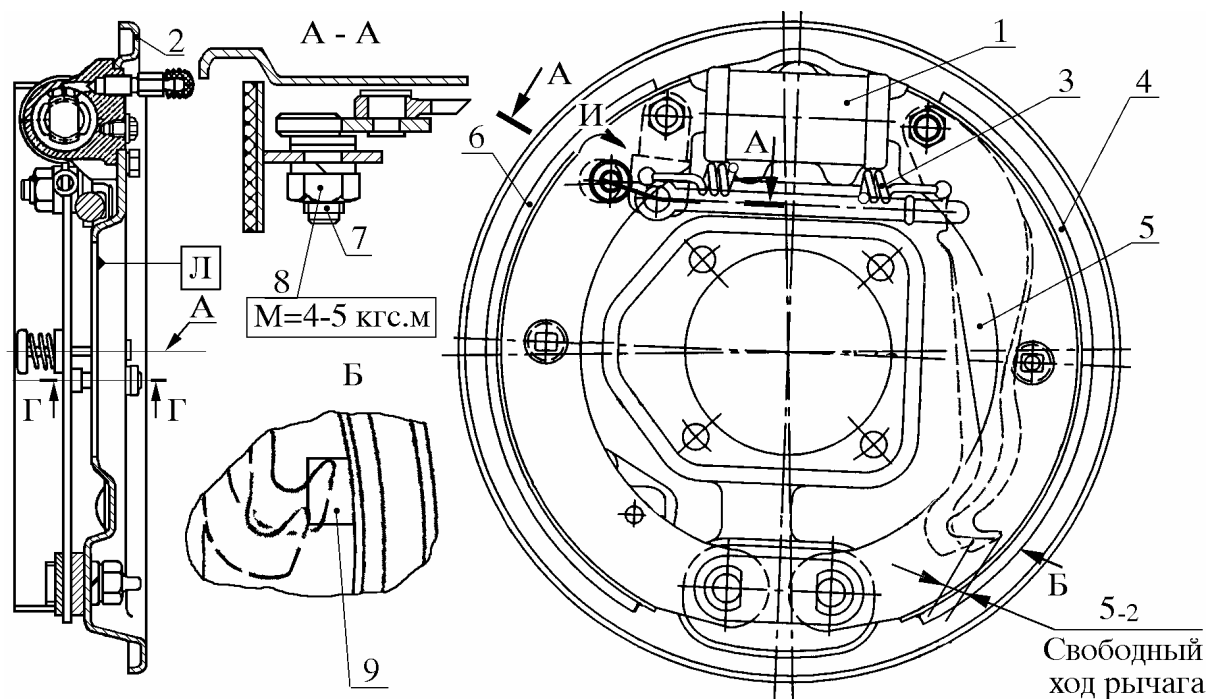

Рис. 27. Установка стяжной пружины и регулировка свободного хода приводного рычага:
6.16.1.6. Установить стяжную пружину 3 (рис. 27) колодок, сдвинув поршни цилиндра 1 до упора в упорные кольца.
6.16.1.7. Отрегулировать свободный ход 5-2 мм приводного рычага 5, установив пластину 9 толщиной  $4 \pm 1$  мм между нижним концом рычага 5 и колодкой 4, вращая эксцентрик 7 регулировочный стояночного тормоза в направлении, указанном стрелкой И, как показано на рис. 27. Снять пластину с тормозного механизма. Затянуть эксцентрик 7 гайкой 8 с моментом от 40 до 50 Н.м (4 - 5 кгс.м), удерживая эксцентрик от проворачивания